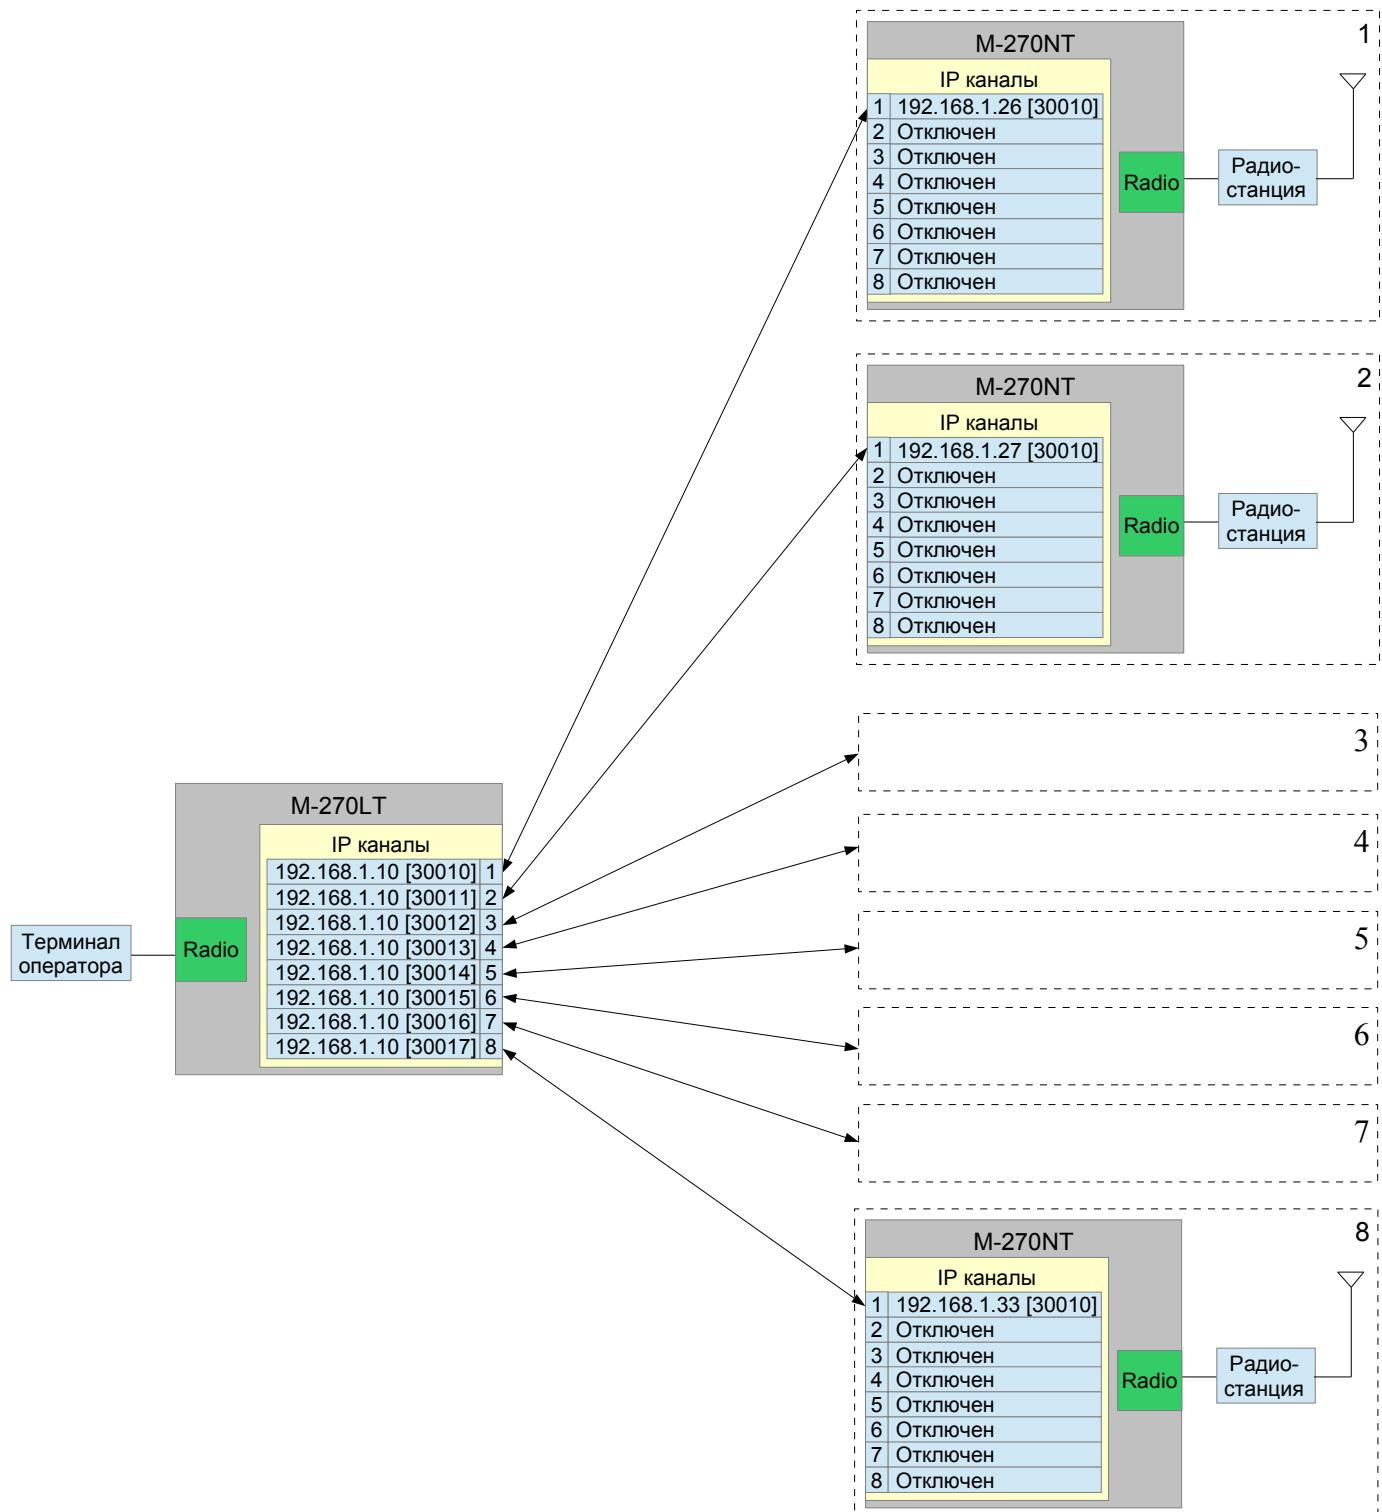
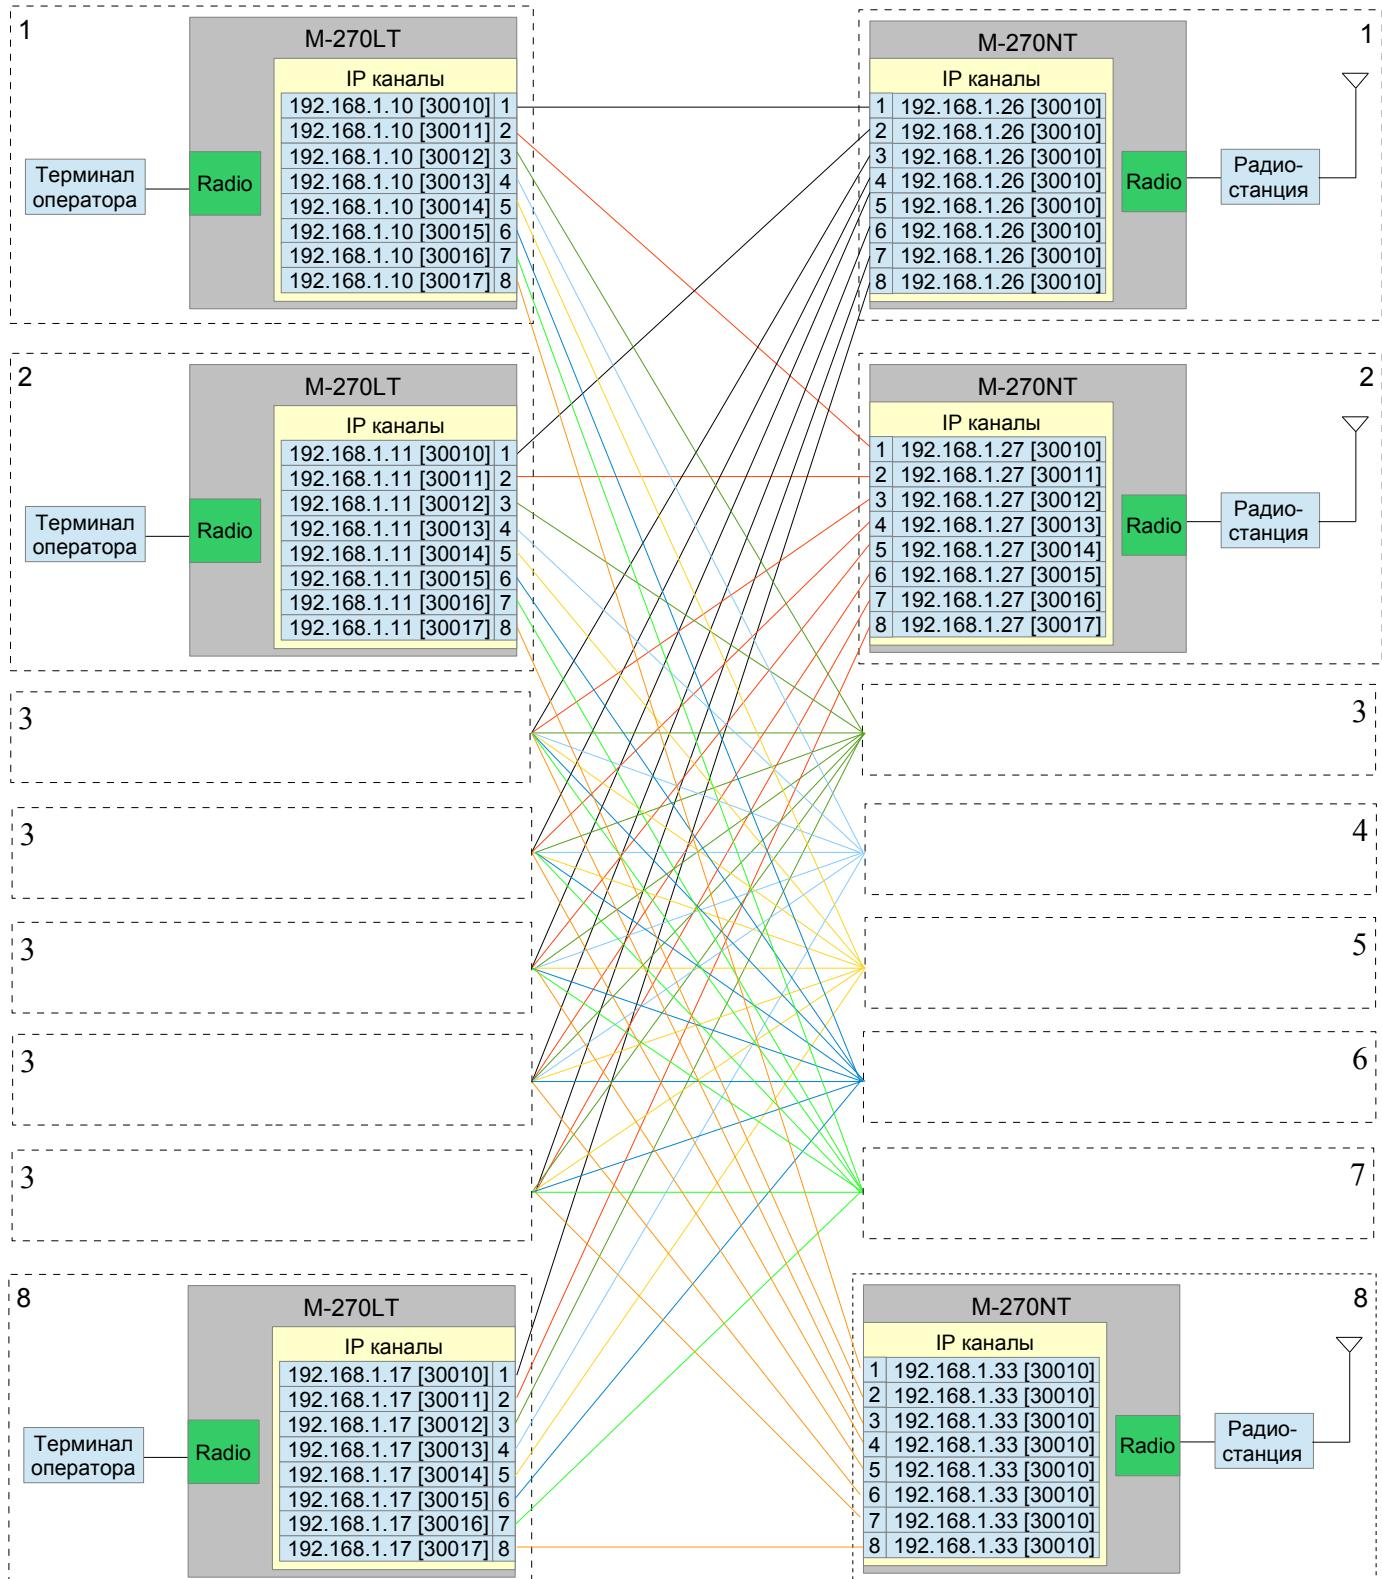

Рис. 21 Схема IP соединений для управления группой радиостанций.
Рис. 22 Схема IP соединений для работы группы операторов с группой радиостанций.
Контроллеры системы М-270 поддерживают одновременную работу по 8-ми IP каналам, это позволяет оператору организовать как выборочное так и параллельное управление до восьми удаленных радиостанций. Разделение IP каналов контроллера может выполняться как по номеру порта TCP/UDP протокола так и по IP адресу присваиваемого IP каналу. На рис. 21 приведена схема IP соединений для управления одним оператором группой из 8-ми радиостанций. На рис. 22 приведена схема IP соединений для параллельной работы группы из 8-ми операторов с группой из 8-ми удаленных радиостанций.
- Динамически, в этом случае все IP каналы имеют идентичные значения IP адреса и номера портов (рис. 22, контроллер M-270NT №1) . При данных параметрах подключение контроллеров M-270LT выполняется последовательно к свободному IP каналу.
- Статически, в этом случае каждый IP канал имеет индивидуальные значения IP адреса и/или номер порта (см рис. 22 контроллера M-270NT №2).